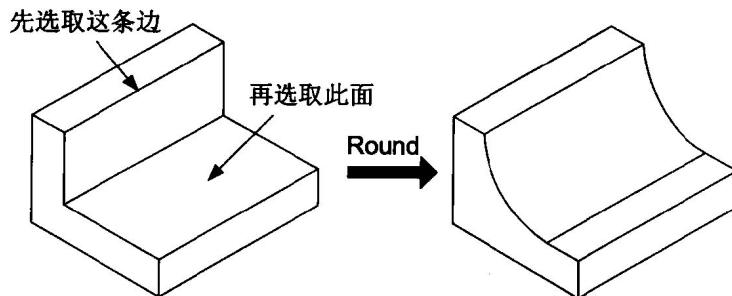

图 1.9
- Edge-Surf: 圆角通过所选取的边，且与所选取的面相切。例如，图 1.9 就是以 Edge-Surf 的方式选取一条边及一个面做圆角。